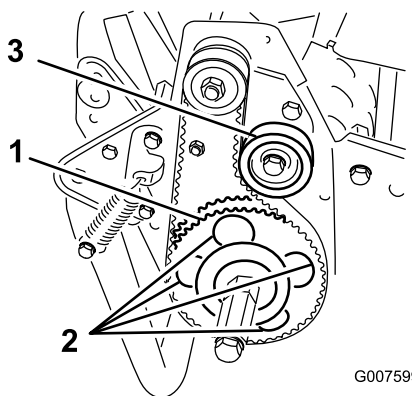

图51
- 7. 旋转从动皮带轮直至孔与轮鼓轴承的4 个凸缘螺丝对齐图51。
11. 调节皮带张紧度拧紧总轮皮带轮安装螺丝图51。